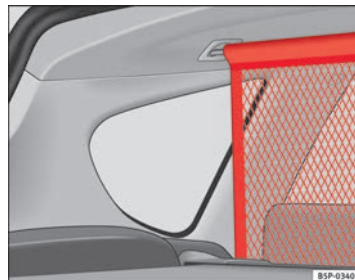

Fig. 126 Red separadora
- Pase la red desde abajo entre el respaldo y la bandeja enrollable y colóquela en los alojamientos del techo, primero el derecho y después el izquierdo ⇒ **fig. 126**.